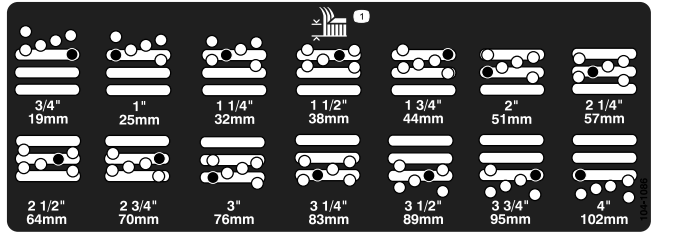

Bild 19
- Stellen Sie die Kammer auf die gewünschte Schnitthöhe ein und setzen Sie das Distanzstück im gewünschten Schnitthöhenloch und -schlitz ein (Bild 19).